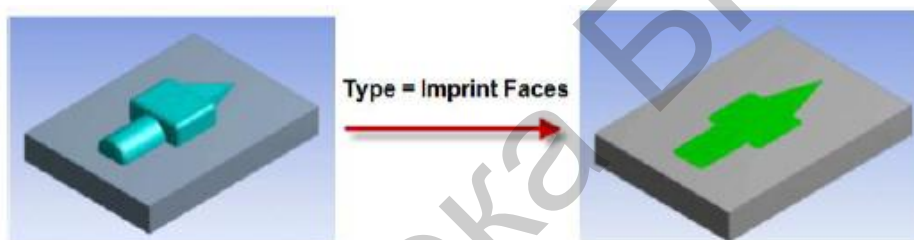

Рисунок 1.28 – Получение проекции выделенного тела
**Imprint Faces** – получение проекции выделенного тела на другом теле. При выборе этой опции команда *Body Operation* «впечатывает» проекцию выбранного тела в поверхность другого. Аналогичный результат получается при использовании простейших команд моделирования с параметром *Operation*, заданным как *Imprint Faces*. В дальнейшем проекция может выделяться как самостоятельная поверхность (рисунок 1.28). По умолчанию исходное тело удаляется (опция *Preserve Bodies?* имеет значение *No*).